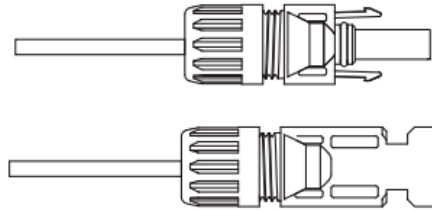

Abbildung 2.14 Eingesetzter Stift im oberen Teil des Steckers
3. Führen Sie den Stift in das obere Ende des Anschlusses ein und schrauben Sie die Abdeckmutter auf das obere Ende des Anschlusses. Abbildung 2.14.